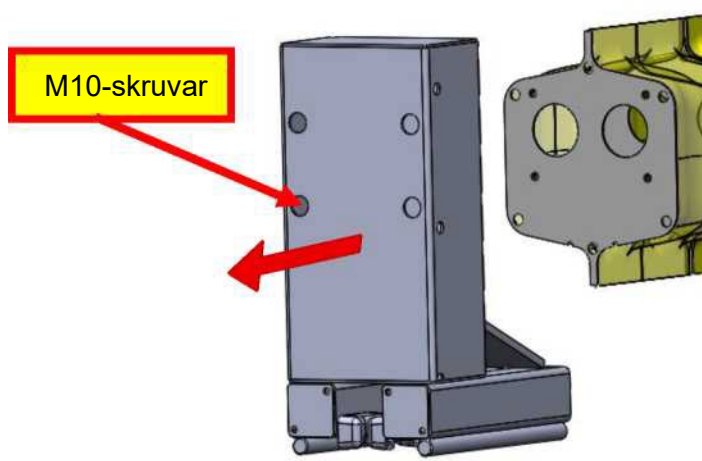

Fig. 23: Främre släde.
1. Ta bort den reflexdekalen (i förekommande fall) och skruva loss de fyra M10-skrivarna som håller fast släden på den deformerbara balken (fig. 23).
2. Skjut släden framåt längs skenan med ett hanteringsverktyg och dra ut komponenten (fig. 23).